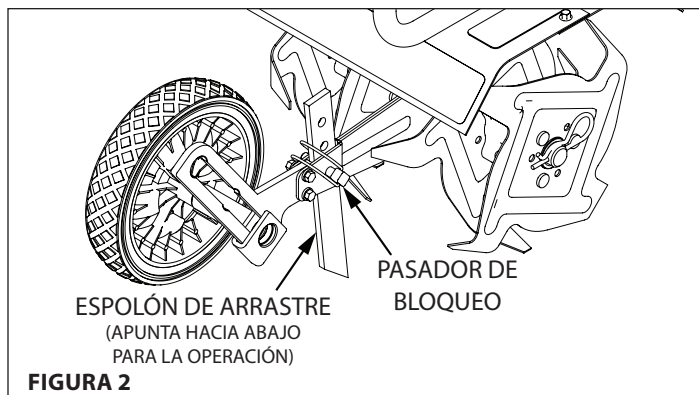

FIGURA 2
4. El espolón de arrastre se envía con la punta hacia arriba. Antes de usar, retire el pasador de bloqueo y gire el espolón de arrastre para que la punta se oriente hacia abajo, de frente a los dientes. Vuelva a insertar el pasador de bloqueo. **CONSULTE LA FIGURA 2.**